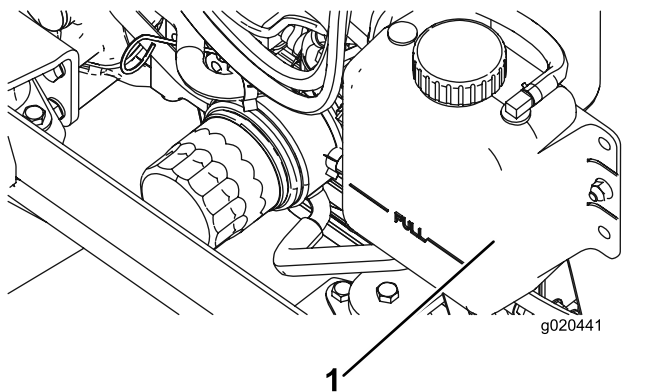

Figura 110
2. Rimuovete attentamente il tappo del radiatore e il tappo del vaso di espansione (Figura 110).